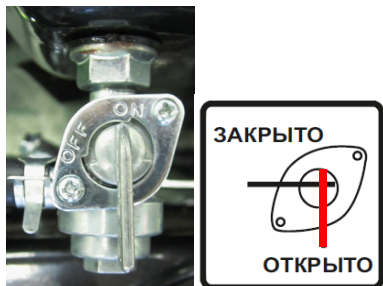

Рис. 10
- Откройте топливный кран (положение «Открыто» или «ON») (Рис. 10);